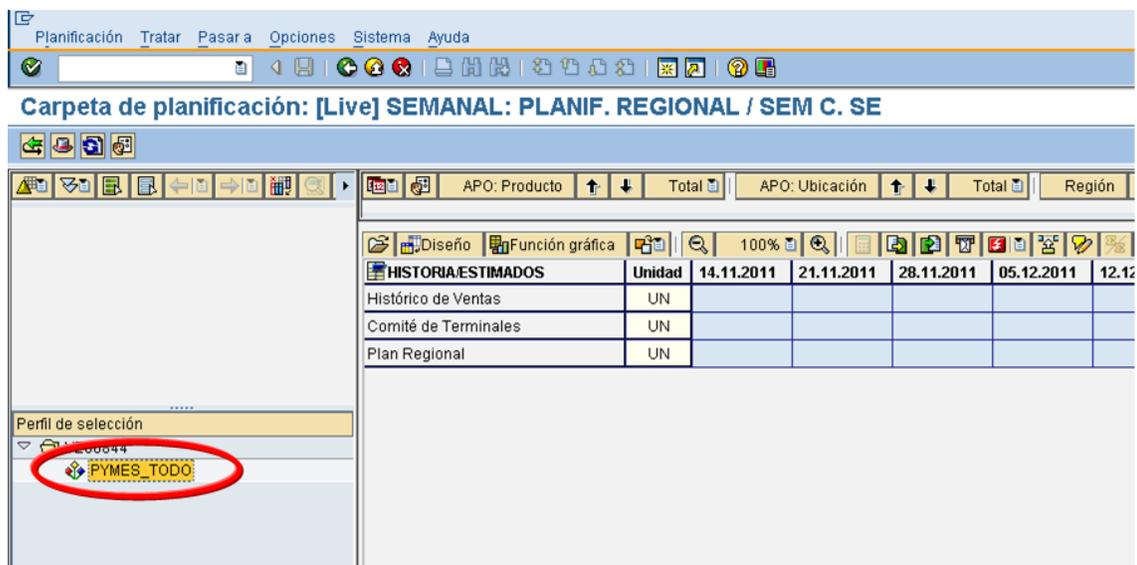

Figura 26: “Sistema SAP”
d) Posteriormente se hace doble clic en PYMES_TODO. Ver Figura 26.